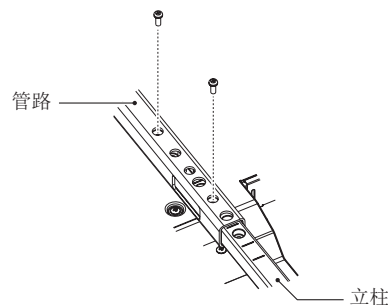

图 2
2. 请使用附带的螺钉安装立柱和管路。请将螺钉拧入管路上的两个螺钉孔（图 2）。